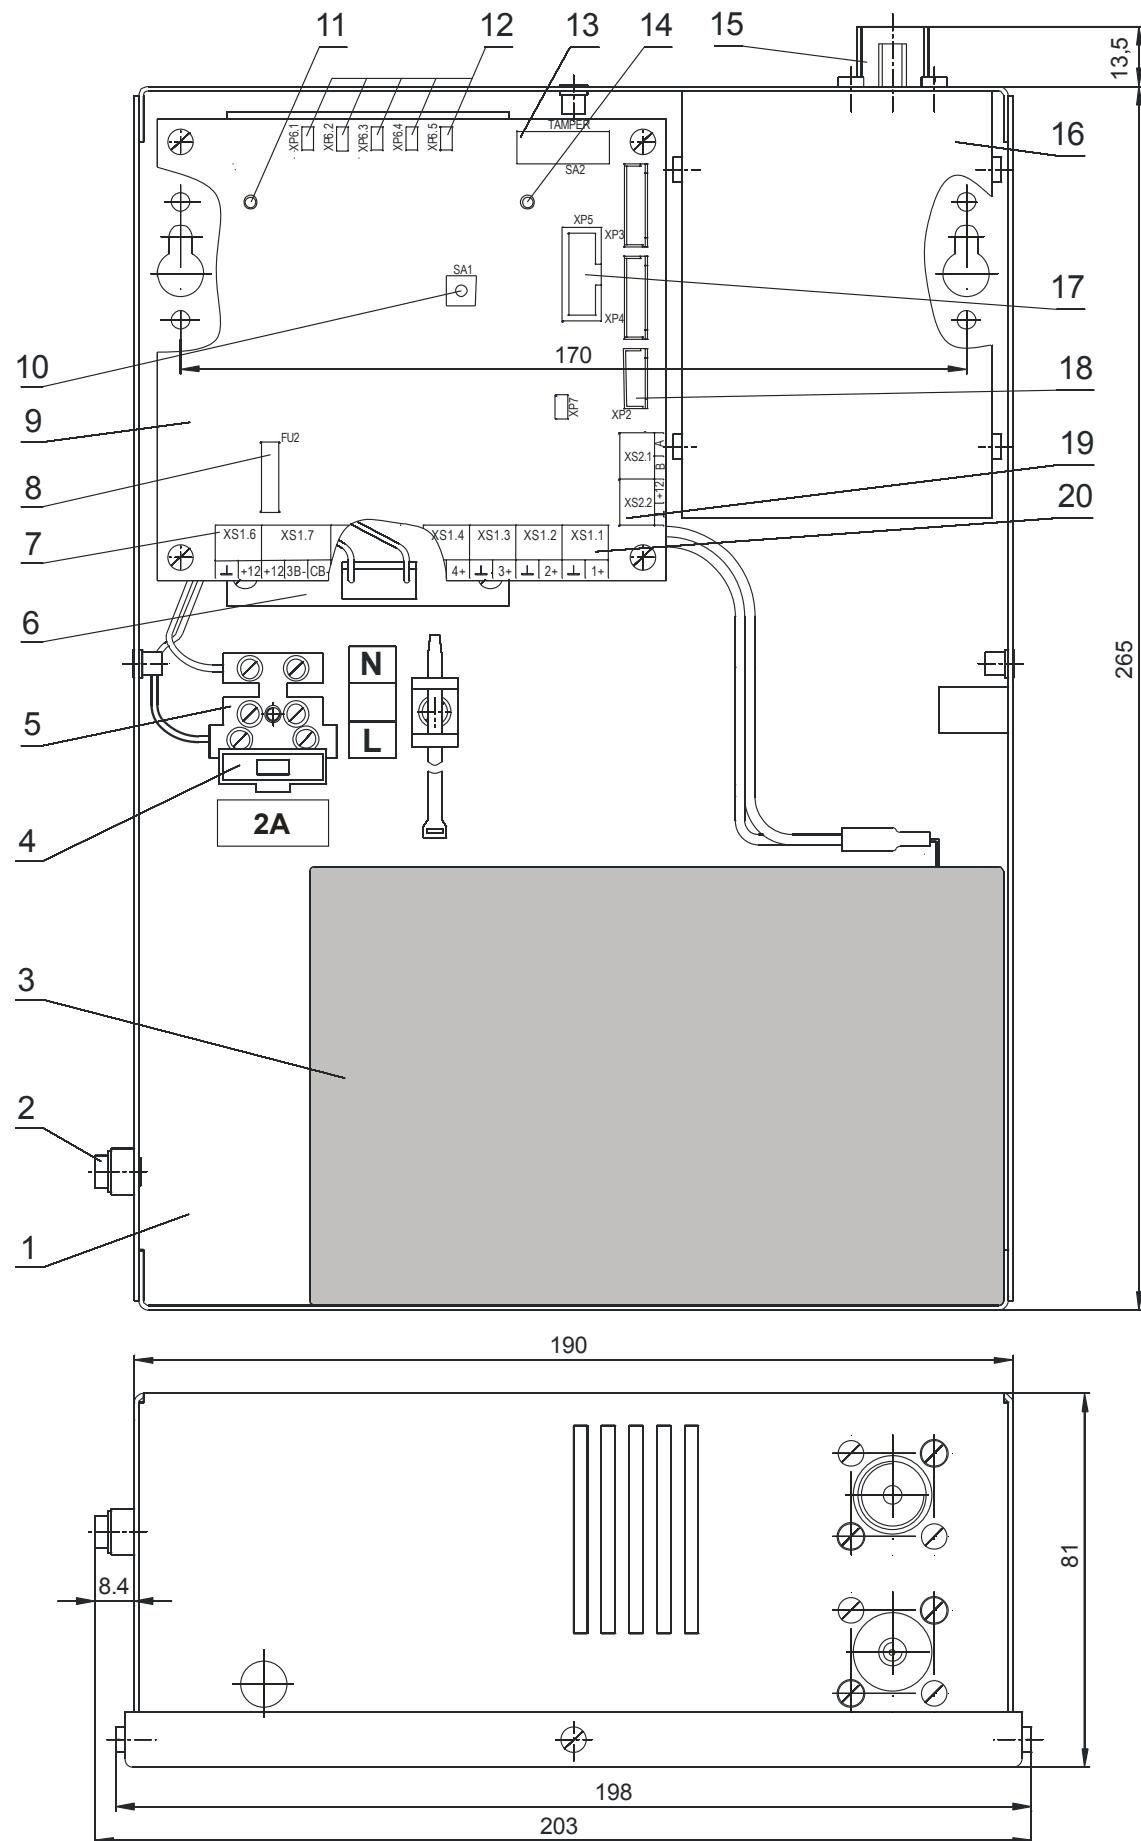

Рисунок 3 - Размещение узлов в кожухе прибора «Радиус-4-И»
1.4.1.2 В кожухе смонтированы (рисунок 3): печатный узел управления, импульсный источник питания 220/14В, тел. под.